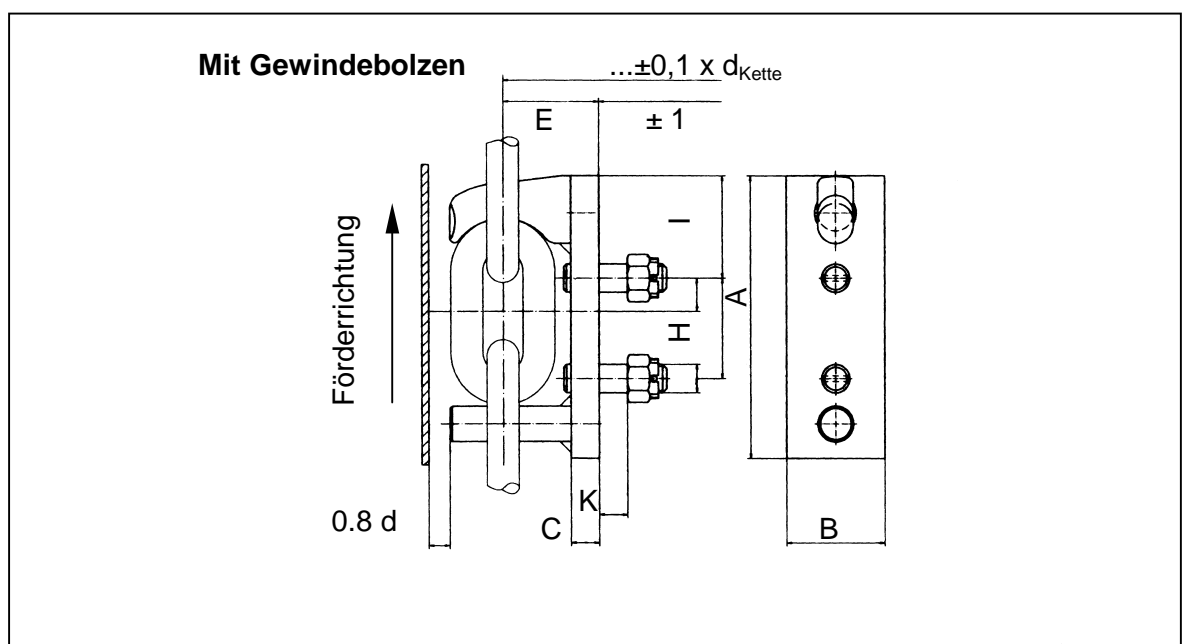

Bild 3
4. Mit dem Kratzeisen verschrauben. (Bild 3)